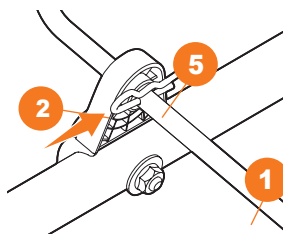

Рис. 8
- Закрепите вал **1** шплинтом **5** под фиксатором **2** (Рис. 8).